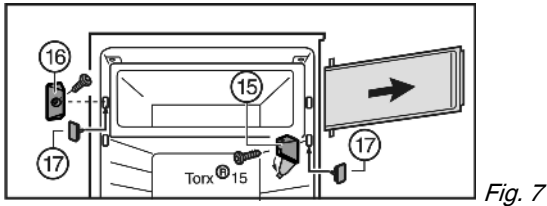

Fig. 7
- ▶ Повдигнете капака на лагерната стойка Fig. 7 (15).
- ▶ Отвинтете лагерната стойка Fig. 7 (15) с вратата на хладилната камера.
- ▶ Отвинтете затварящия елемент Fig. 7 (16).
- ▶ Запушете образувалите се дупки с приложените тапи Fig. 7 (17).